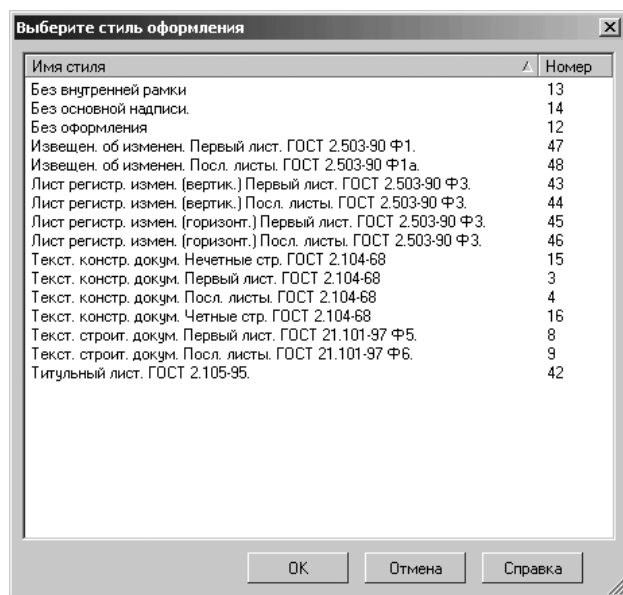

Рис. 10.8. Диалоговое окно **Выберите стиль оформления**
- щелкните по кнопке с многоточием, расположенной справа от поля **Название**. На экране появится диалоговое окно **Выберите стиль оформления** со списком оформлений, содержащихся в текущей библиотеке оформлений, показанное на рис. 10.8;